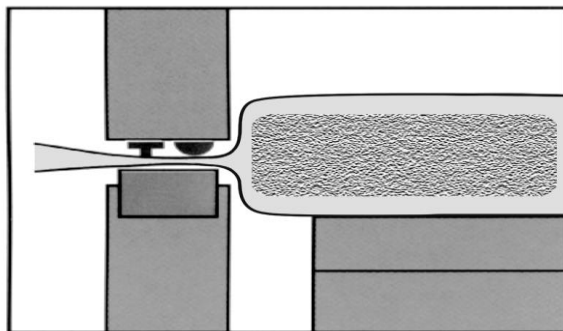

Рис. 2
- Пакет с продукцией укладывается в зону вакуумирования. Продукт в пакете должен как можно ближе прилегать к термосваривающей планке (Рис. 2) для улучшения внешнего вида и наиболее полного облепания продукта.